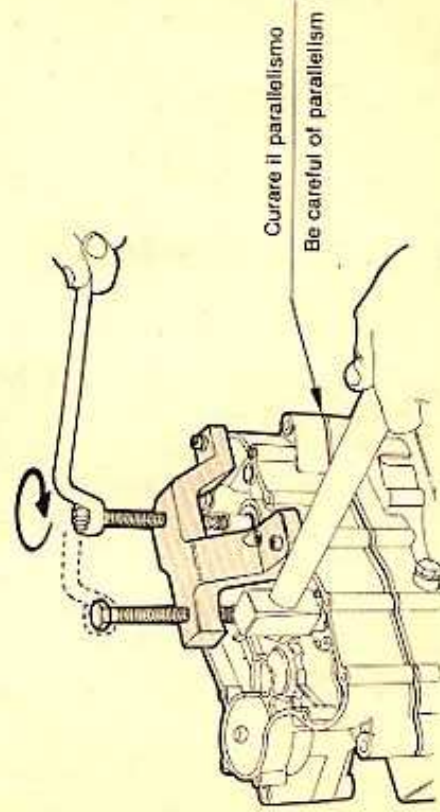

FIG. 18 Apertura semicarter
- 19) Togliere le viti di unione dei due semicarter, applicare l'apposito estrattore (cod. 05.0068.0) al semicarter frizione (destra), agire alternativamente sulle due viti di estrazione e battere sul desmodromico con un martello di legno, cuoio o plastica permettendo così il distacco graduale e parallelo dei due semicarter (fig. 18). Rimuovere quindi la guarnizione centrale.